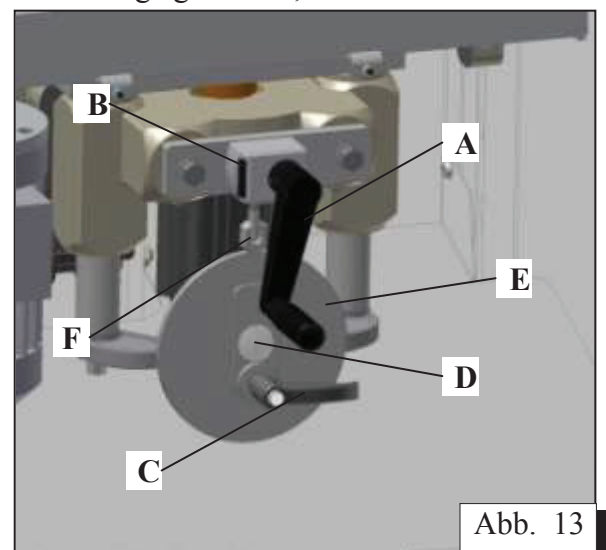

Abb. 13
2. Mit Hilfe der Kurbel A (Abb. 13) die Werkzeuge auf die notwendige Höhe über dem Arbeitstisch bei Stellung  $90^\circ$  des Kopfes bringen. Die Höhe wird auf dem Zähler B in mm angezeigt. Die Wahl des Werkzeugs hängt von der Werkstückdicke, der Lage und dem Durchmesser der jeweiligen Bohrungen.
- ➡ Dazu müssen Sie den Griff **C** (Abb. 13) lösen und die spiralartige Skala **E** so drehen, dass die gewählte Tiefe mit dem Zeiger **D** übereinstimmt.